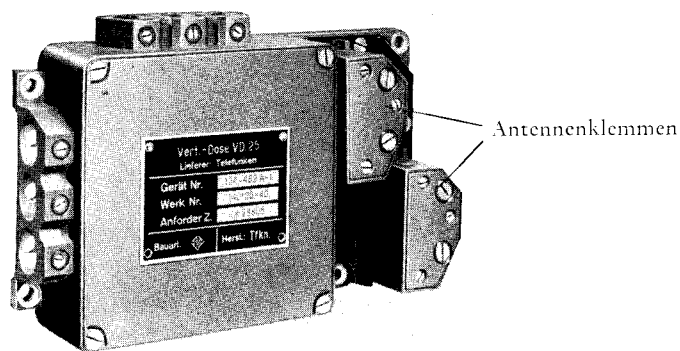

Abb. 10. Vorderansicht der Verteilerdose
**Ausführung** (i. Abb. 10 und 11): Im linken Gehäuse Buchsenplatte für den Anschluß des zehnpoligen Steckers, sowie zwölfpolige Schraubklemmleiste. Rechts zwei einzeln geschirmte Anschlußklemmen für die Antennenleitungen.